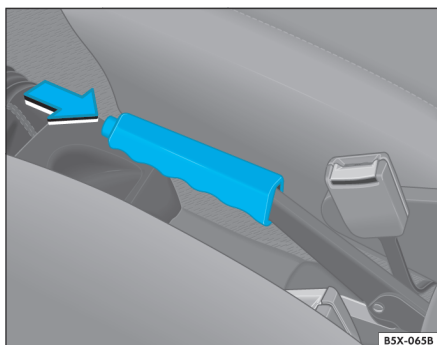

Fig. 91 Palanca del freno de mano localizada entre los asientos delanteros
- Tire firmemente la palanca ⇒ fig. 91.
- Levante ligeramente la palanca, presione el botón de bloqueo ⇒ fig. 91 -flecha- y baje la palanca hasta el tope ⇒ ⚠.